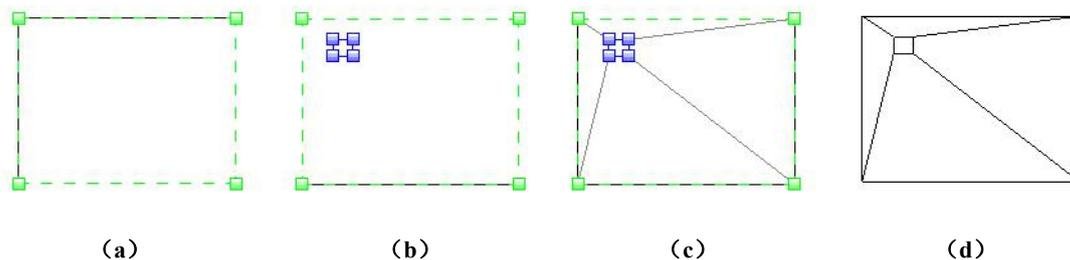

图 4-24 平楼板汇水设计
- 先绘制一个厚度为 200mm 厚的卫生间楼板,选择这个楼板,单击“修改 | 楼板”上下文选项卡下“形状编辑”面板中的“添加分割线”工具,楼板四周边线变为绿色虚线,角点处有绿色高程点,见图 4-24 (a)。
- 输入分割点的起点和终点,在卫生间内绘制 4 条短分割线(即地漏边界线),见图 4-24 (b),分割线蓝色显示。
- 单击功能区“修改子图元”工具,窗选 4 条短分割线,在选项栏“立面”参数栏中输入“-15”后回车,将地漏边线降低 15mm。“回”字形分割线角角相连,出现 4 条灰色的连接线,见图 4-24(c)。按 Esc 键结束命令,楼板见图 4-24 (d)。